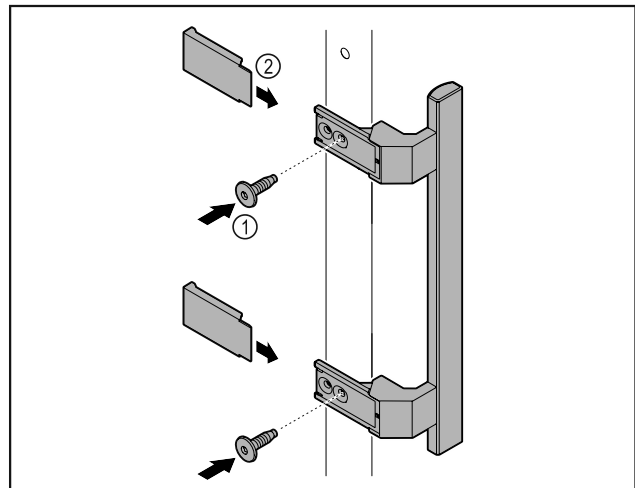

Fig. 47
- ▶ Griff aus dem Beipack mit den beiliegenden Schrauben Fig. 47 (1) an der Tür anbringen.
- ▶ Abdeckung Fig. 47 (2) aufsetzen.